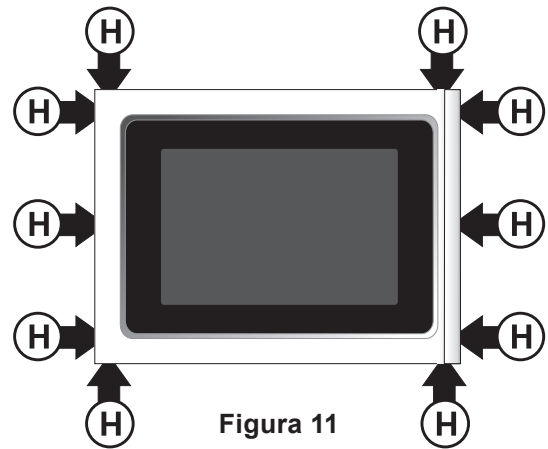

Figura 11
- 6.3.1. Quite los tres (3) tornillos, a cada lado, que sujetan el montaje exterior de la puerta (panel de puerta y agarradera). Quite también los cuatro (4) tornillos situados en la parte superior (2) y debajo del montaje exterior de la puerta (2) (ver H, Figura 11 (10 tornillos en total)).
- 6.3.14. Coloque el montaje exterior de la puerta utilizando los diez (10) tornillos que quitó en el paso 6.3.1 (ver H, Figura 11).